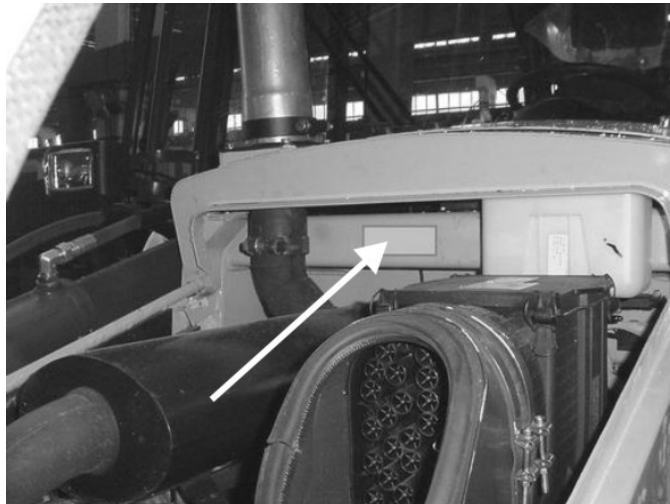

Рис. 1.4. Табличка с данными по двигателю (фирменная с серийным номером)
2. Фирменная табличка данными по двигателю расположена на раме с левой стороны машины (Рис. 1.4). На этой табличке помещены идентификационные данные и серийный номер двигателя.